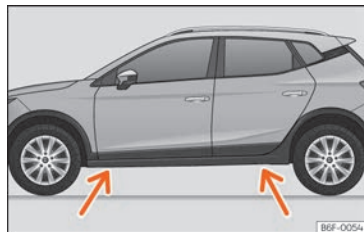

Fig. 74 Punti di appoggio per il cric.
- Individuare nel longherone il punto di appoggio del cric [zona avvallata] più vicino alla ruota da sostituire »» **fig. 74.**